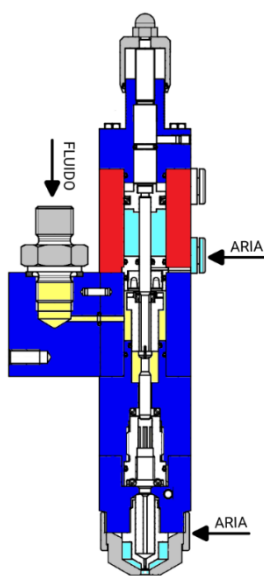

Figura 04 – Fase nebulizzazione
- Viene dato il comando di nebulizzazione, quindi viene mandata aria all'interno dell'ingresso apposito tramite elettrovalvola 3/2(Figura 04);
- Il sistema scambia il flusso d'aria nell'elettrovalvola 5/2, facendo entrare aria dall'ingresso di ricarica (Figura 04)